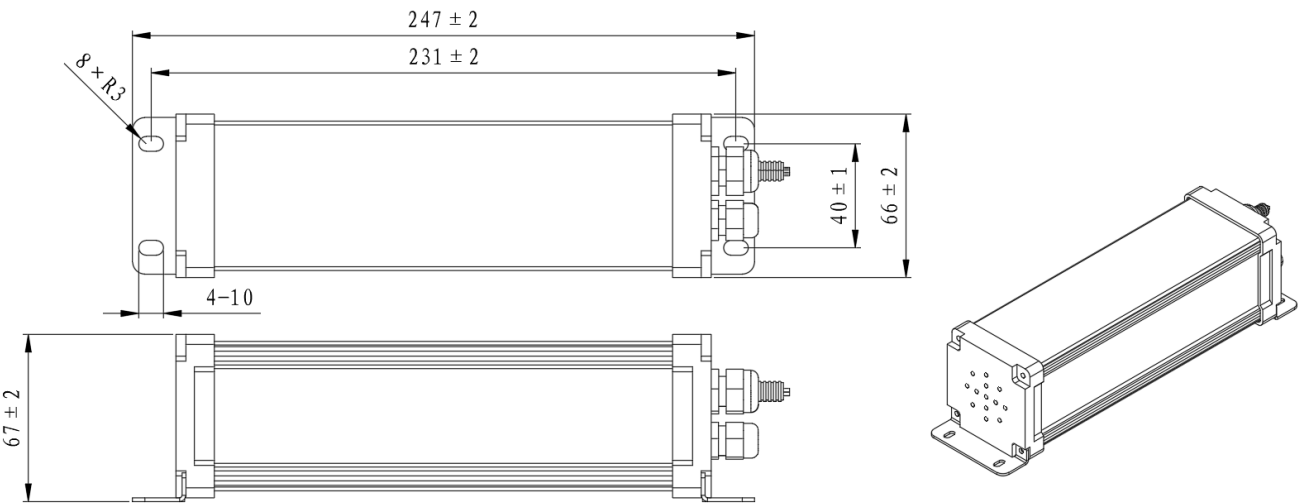

图 1 QRR0.15G/S-PFK 外形尺寸图
- 7.1 根据防护空间体积计算所需 QRR0.15G/S-PFK 灭火装置数量，确定好数量后，将灭火装置固定，产品外形尺寸如图 1 所示；